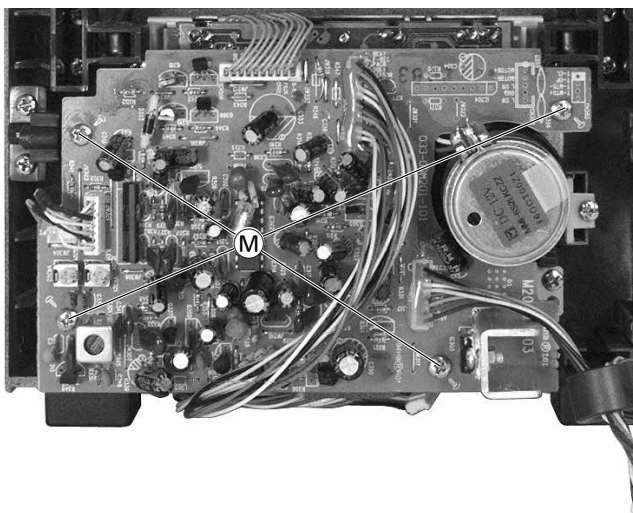

Fig. 11
- 4 Schrauben **M** (Fig. 11) herausdrehen.